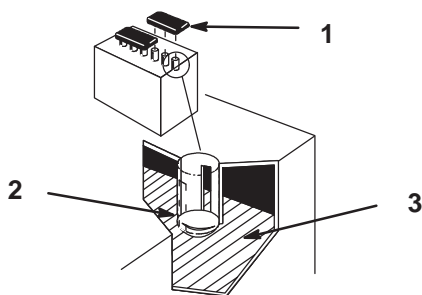

Bild 28
2. Entfernen Sie die Zellenfülldeckel. Wenn der Füllstand die Fülllinien nicht erreicht (Bild 28), füllen Sie genug destilliertes Wasser nach; siehe Nachfüllen der Batterie, Seite 28.
2. Entfernen Sie den Ölfülldeckel (Bild 28).
3. Gießen Sie langsam destilliertes Wasser in jede Batteriezelle, bis der Stand den unteren Teil des Röhrchens erreicht (Bild 28).